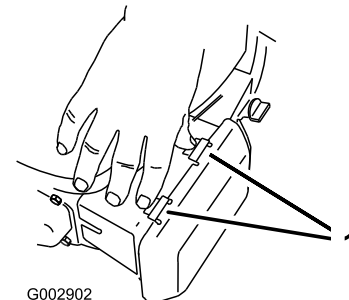

Bild 21
1. Drücken Sie die Verriegelungsnasen oben an der Luffilterabdeckung nach unten (Bild 21).